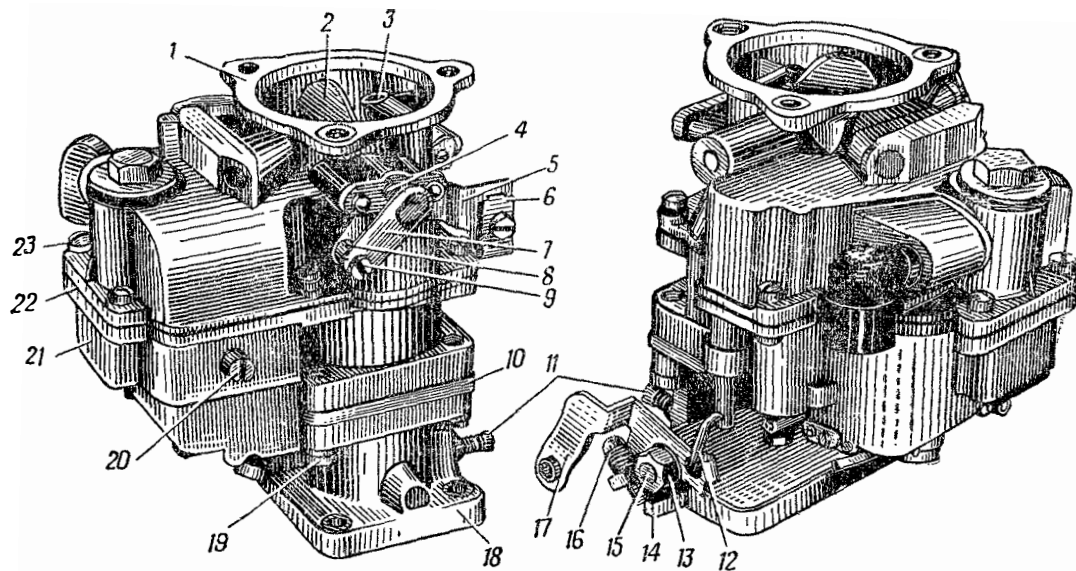

Рис. 43. Карбюратор К-84М:
2. При помощи упорного винта 16 (рис. 43) рычага дроссельных заслонок установить минимально устойчивое число оборотов двигателя, при этом воздушная заслонка должна быть полностью открыта, а винты 11 регулировки холостого хода могут занимать любое положение.
1. Вывернуть контрольную пробку *20* (рис. 43) из стенки поплавковой камеры и наблюдать за уровнем бензина при работе двигателя без нагрузки. Уровень должен быть хорошо виден, и бензин не должен вытекать из отверстия.